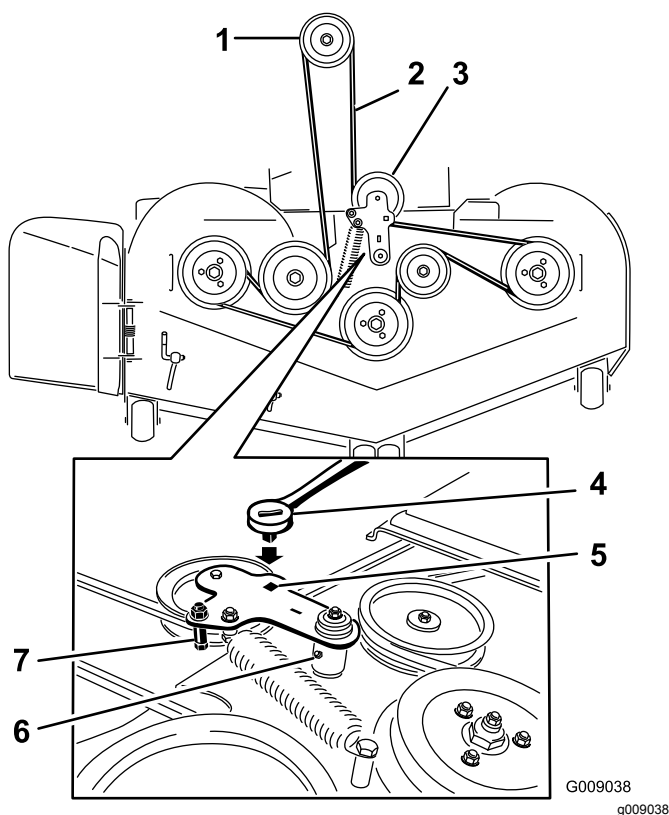

Figure 107
5. Soulevez le plancher et insérez un rochet dans le trou carré de la poulie de tension du plateau (Figure 107).
6. Tournez la poulie de tension dans le sens horaire et retirez la courroie du plateau (Figure 107).